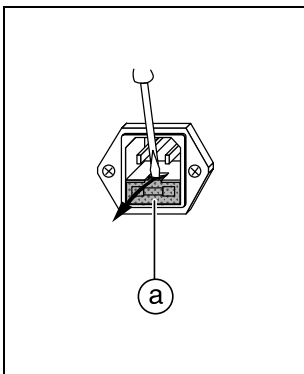

Fig. 5.1
Einsatz ① mit Fassung für Primärschmelzsicherung ② und Reservesicherung ③ heraushebeln (Fig. 5.1).
Pry out insert ① with holder for primary fuse ② and spare fuse ③ (Fig. 5.1).